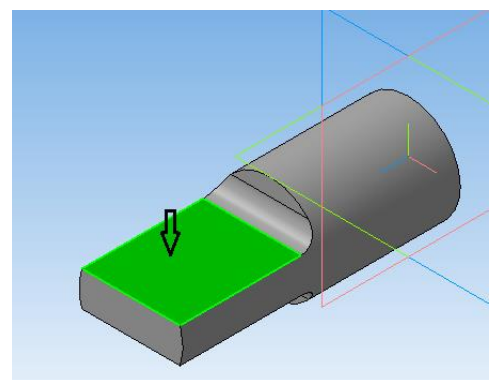

Рисунок 45.
15. Выберите верхнюю плоскость среза (рисунок 45) и создайте на ней новый эскиз.